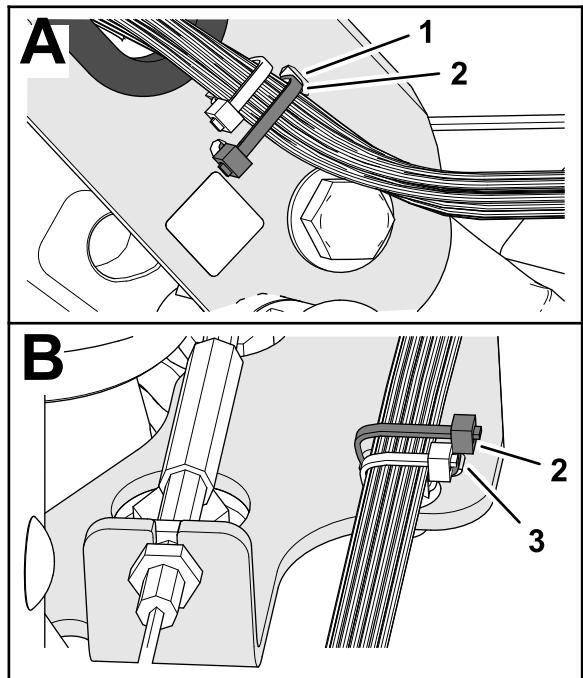

Figura 11
6. Fissate il cablaggio preassemblato della macchina al canale della maniglia con una fascetta per cavi attraverso le fessure del canale (Figura 11).